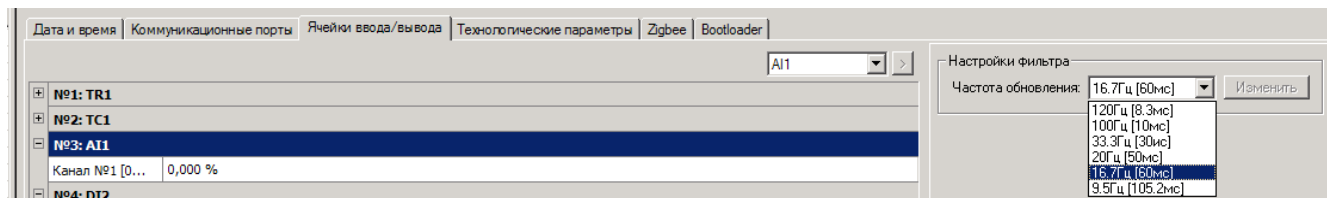

Рисунок 5.8
5.2.6.2 Установка времени аналого-цифрового преобразования вводится путем выбора возможного значения из списка "**Частота обновления**" в рамке "**Настройки фильтра**" и нажатия кнопки "**Изменить**" (рисунок 5.8).